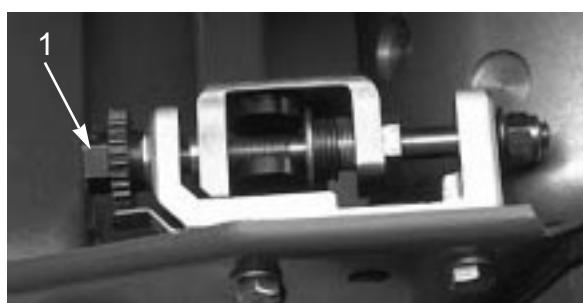

図11
2. 下刃調整ネジ(図11)を左に回して、リールと下刃の接触をなくす。